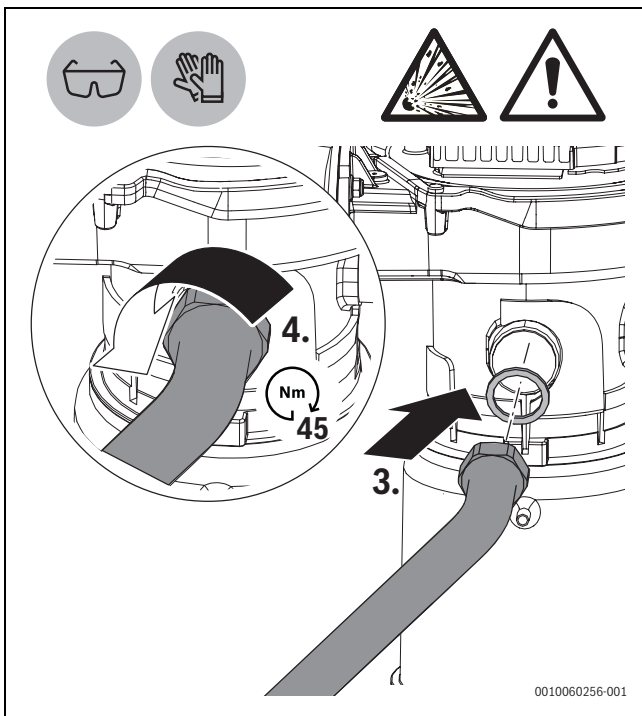

Bild 9 DN16 Gasrohr am Gas-Luft-Mischer installieren
- ▶ Eine Dichtung am Gas-Luft-Mischer befestigen (→Bild 9, [3]).
- ▶ Das gerade, längere Ende des DN16 Gasrohrs mit dem Gas-Luft-Mischer verbinden und befestigen. Hierzu die Überwurfmutter mit 45 Nm festziehen (→Bild 9, [3], [4]).